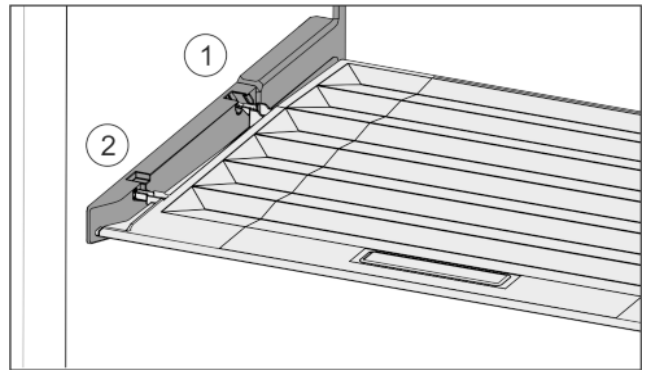

Fig. 28
- ▶ Deckelstege über Öffnung der hinteren Halterung Fig. 28 (1) einführen und vorne in Halterung Fig. 28 (2) einrasten.